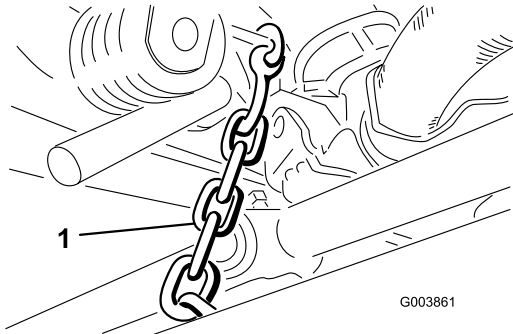

Bild 11
- Nehmen Sie die Sperrkette vom Hubarm ab und befestigen Sie diese mit einer Schraube, Flachscheibe und Sicherungsmutter an der Querstange jedes hinteren Mähwerks (Bild 11).